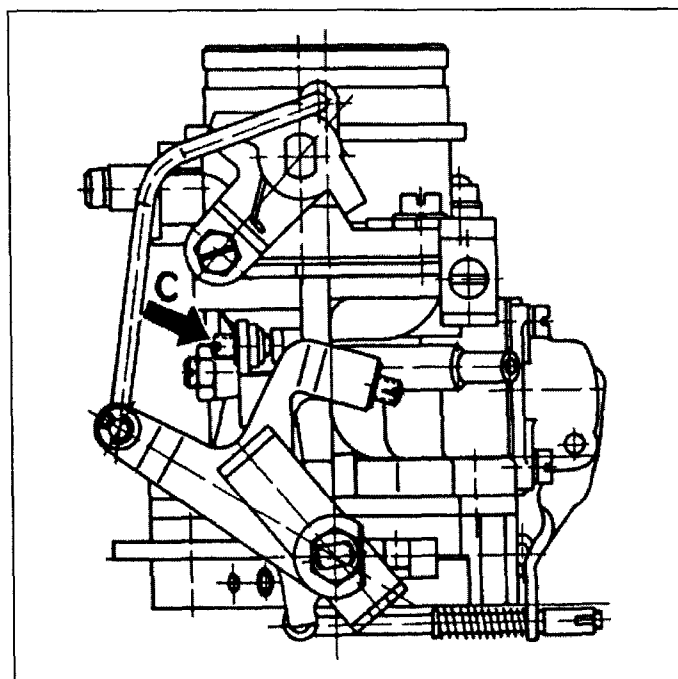

Рис. 4.11 Регулировка исходного положения дроссельной заслонки
- получить 600...650 об/мин. Обратите внимание на то, что в этой ситуации регулировочный винт пусковых оборотов придется вывернуть и удерживать дроссельную заслонку открытой (рис. 4.11).